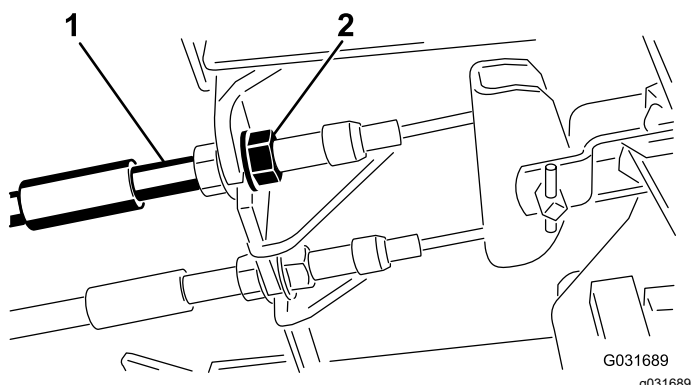

Figura 89
1. Para reduzir a folga dos pedais dos travões, aperte os travões desapertando a porca dianteira que se encontra na extremidade roscada do cabo dos travões (Figura 89).